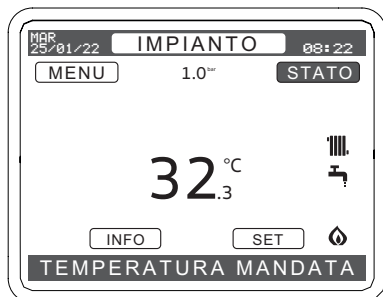

Figura 2.19
- Premere il tasto (↘) per spostarsi nel campo "STATO" Figura 2.19.